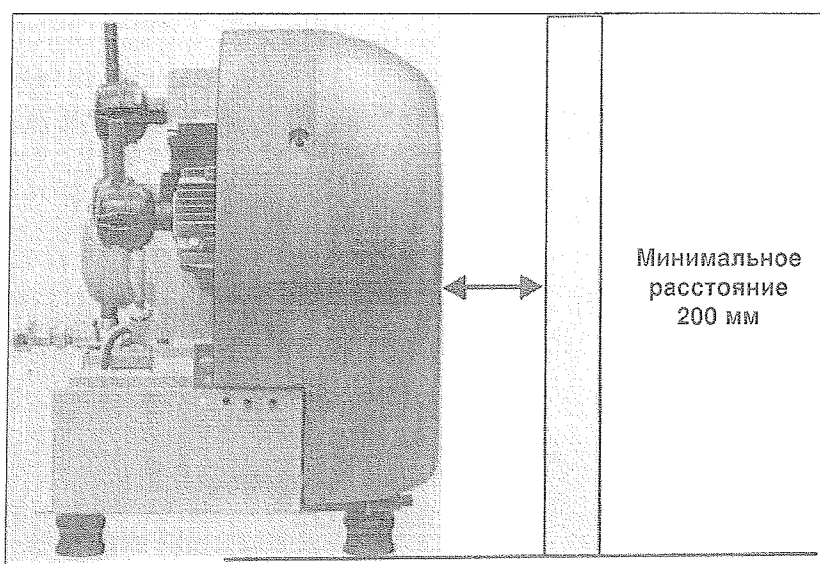

Рис. 1: Минимальное расстояние до стены
- Расстояние между кожухом охлаждающего воздуха и соседней стеной должно быть не меньше 200 мм. Несоблюдение этого условия влияет на эффективность вентилятора, при этом не обеспечивается достаточное охлаждение (см. рис. 1)!